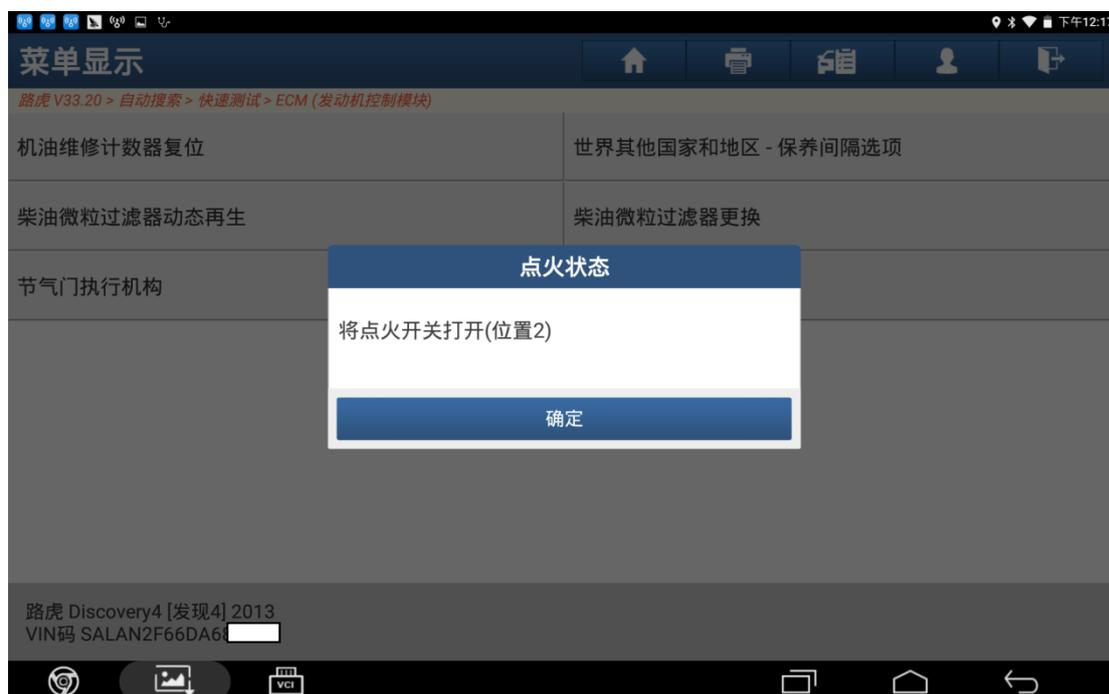

图 13
13). 将点火开关打开（位置 2）后点击“确定”，如图 13: